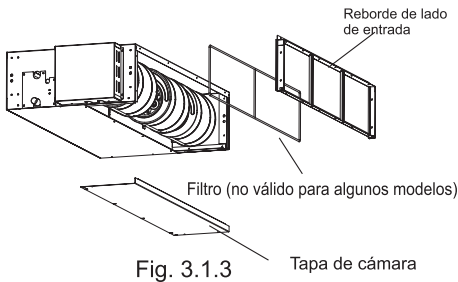
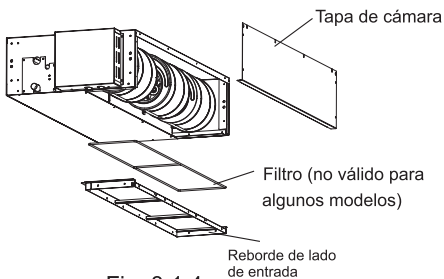

Fig. 3.1.3
Fig. 3.1.4
- (2) Vuelva a colocar la tapa de la cámara retirada con la orientación mostrada en la FIG, vuelva a colocar la brida lateral de entrada con la orientación mostrada en la Fig. 3.1.3. Consulte la Fig. 3.1.4 para ver la dirección de la brida lateral de entrada.